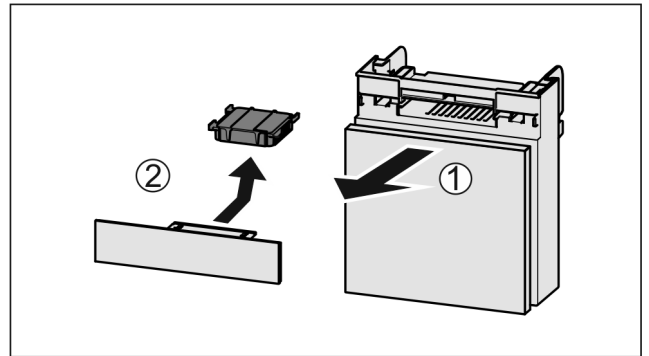

Fig. 272
- Vedä lokero etukautta pois Fig. 272 (1).
- Poista aktiivihilisuodatin Fig. 272 (2).